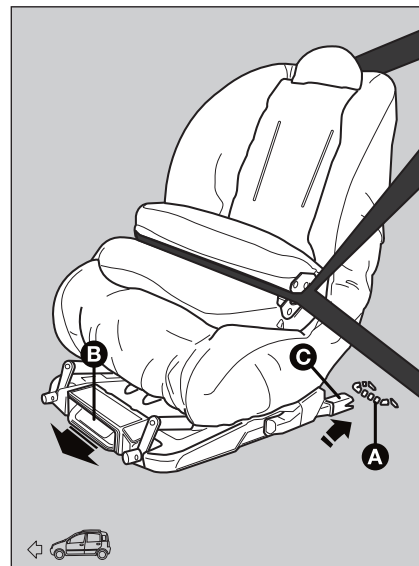

fig. 15
- s'assurer que le levier de décrochage **B**-fig. 15 soit en position de repos (rentré);